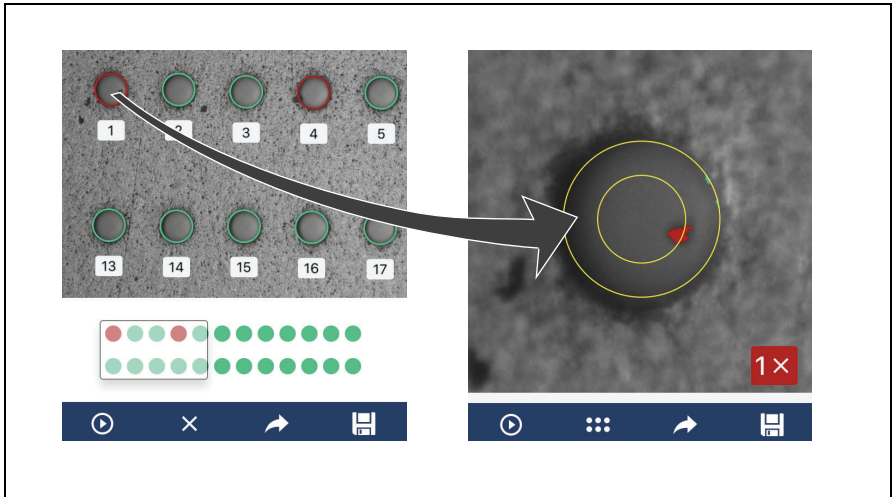

Figura 9. Pantallas de análisis de imágenes (se muestra MPO)
1. En la pantalla de **RESUMEN DE LOS RESULTADOS DE LA PRUEBA**, si es necesario, toque la imagen del conector para ver una imagen en alta resolución de los extremos. Consulte la figura 9.